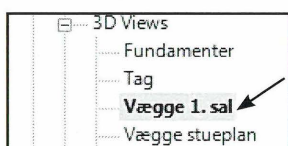

Fig. 15.10. Skift *View* til *Vægge 1. sal*.
- Skift *View* til *Vægge 1. sal* i *Project Browseren* (Fig. 15.10).